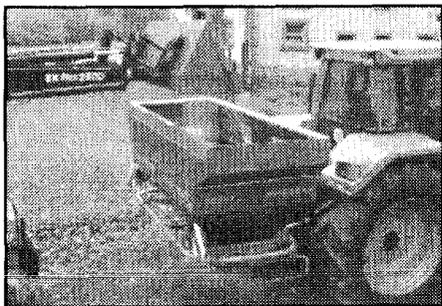

Рис. 10.12
10.8.2 Загрузочный комплект „L“, только для ZA-M MAX (рис. 10.12)